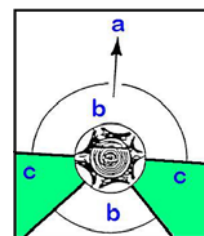

Fig.12
- Una via di fuga, deve essere pianificata e preparata prima di cominciare l'abbattimento. Questa via di fuga deve distendersi verso la parte posteriore ed in diagonale dietro la linea di caduta prevista come illustra la fig.12.
Non cominciare l'abbattimento senza aver previsto una via di fuga, vedere Fig.12: (a) Senso di caduta dell'albero; (b) zona di pericolo; (c) via di fuga.
2. Liberata l'area attorno all'albero, assicurate un buon appoggio per i piedi ed una via di fuga (Fig.12).